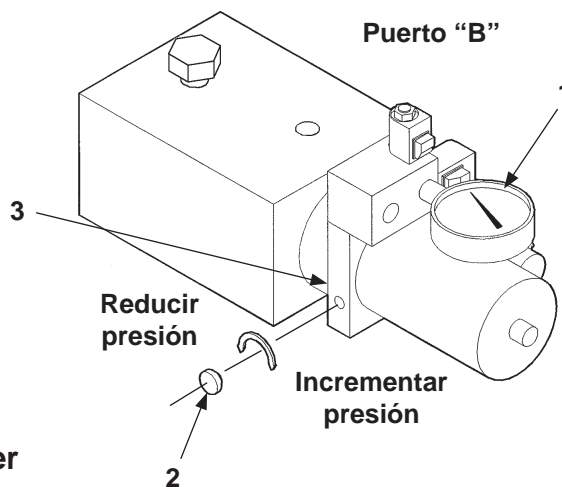

Fig. 42-1
4. Activar el interruptor de **elevantar/descender** en varias ocasiones para verificar que la presión mostrada en el indicador permanece ajustada apropiadamente (**Fig. 42-1**).